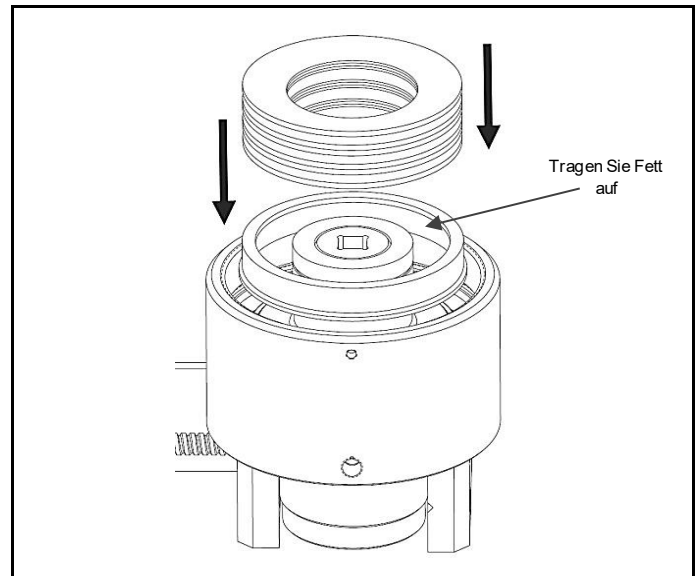

Abb. 4.6 Federeinsatz und Tellerfedern einsetzen und dabei auf die richtige Reihenfolge achten
- Prüfen Sie, dass die Anordnung der Tellerfedern beibehalten wird. (Abb. 4.6)